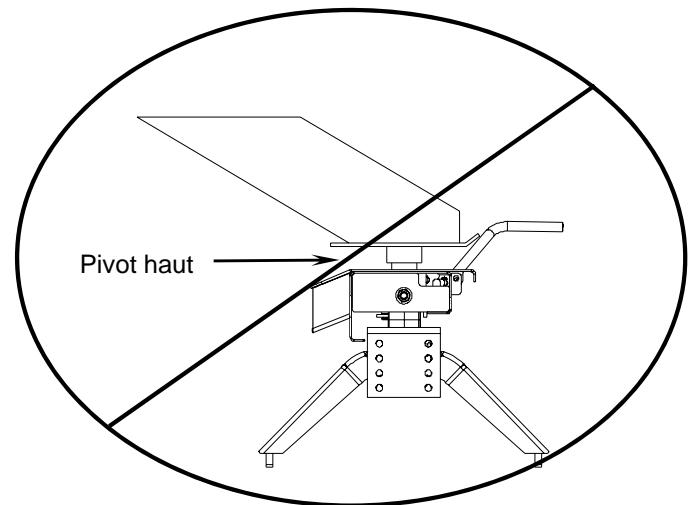
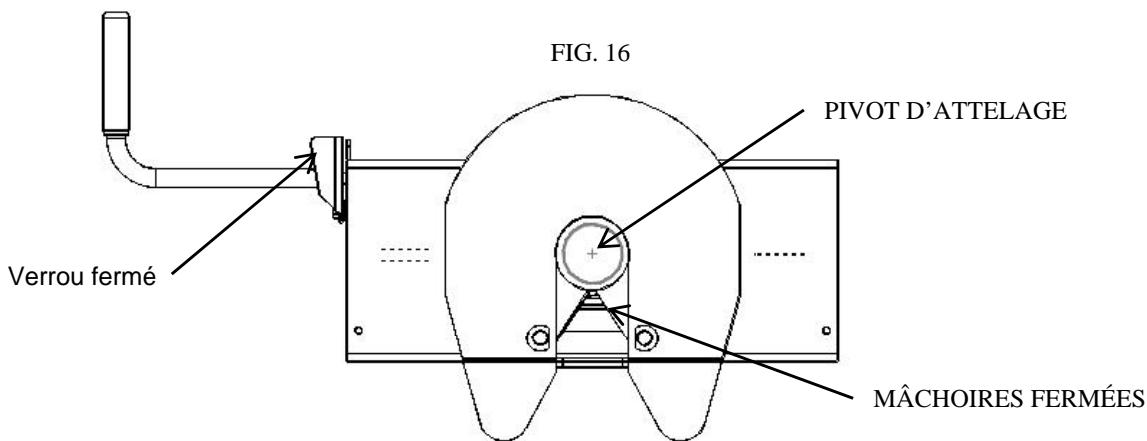

**Fig. 13
**Fig. 14
Ne pas tenter d'effectuer l'attelage en utilisant les vérins de la caravane pour abaisser celle-ci et le pivot d'attelage. Le pivot d'attelage risquerait de s'appuyer sur le dessus de la plaque de protection plutôt que dans l'ouverture de l'attelage où les mâchoires sont situées. Le pivot pourrait glisser hors de l'attelage et faire tomber la caravane, d'où un risque de blessures ou de décès (voir Fig. 13).
6. Avec toutes les roues de la caravane fermement bloquées, les béquilles de caravane appuyées solidement contre le sol et supportant le poids de la caravane et la camionnette en position de stationnement avec freins d'urgence appliqués, vérifier visuellement que le bas du carter de pivot repose sur le dessus de l'attelage. AUCUN ESPACE NE DOIT APPARAÎTRE ENTRE CES SURFACES (voir Fig. 13). La présence d'un espace (voir Fig. 14) indique que la caravane n'a pas été attelée correctement. NE PAS REMORQUER LA CARAVANE ! À la place, répéter les étapes ci-dessus jusqu'à l'attelage adéquat de la caravane. NE PAS PLACER LE CORPS SOUS LA CARAVANE POUR EFFECTUER CETTE INSPECTION !